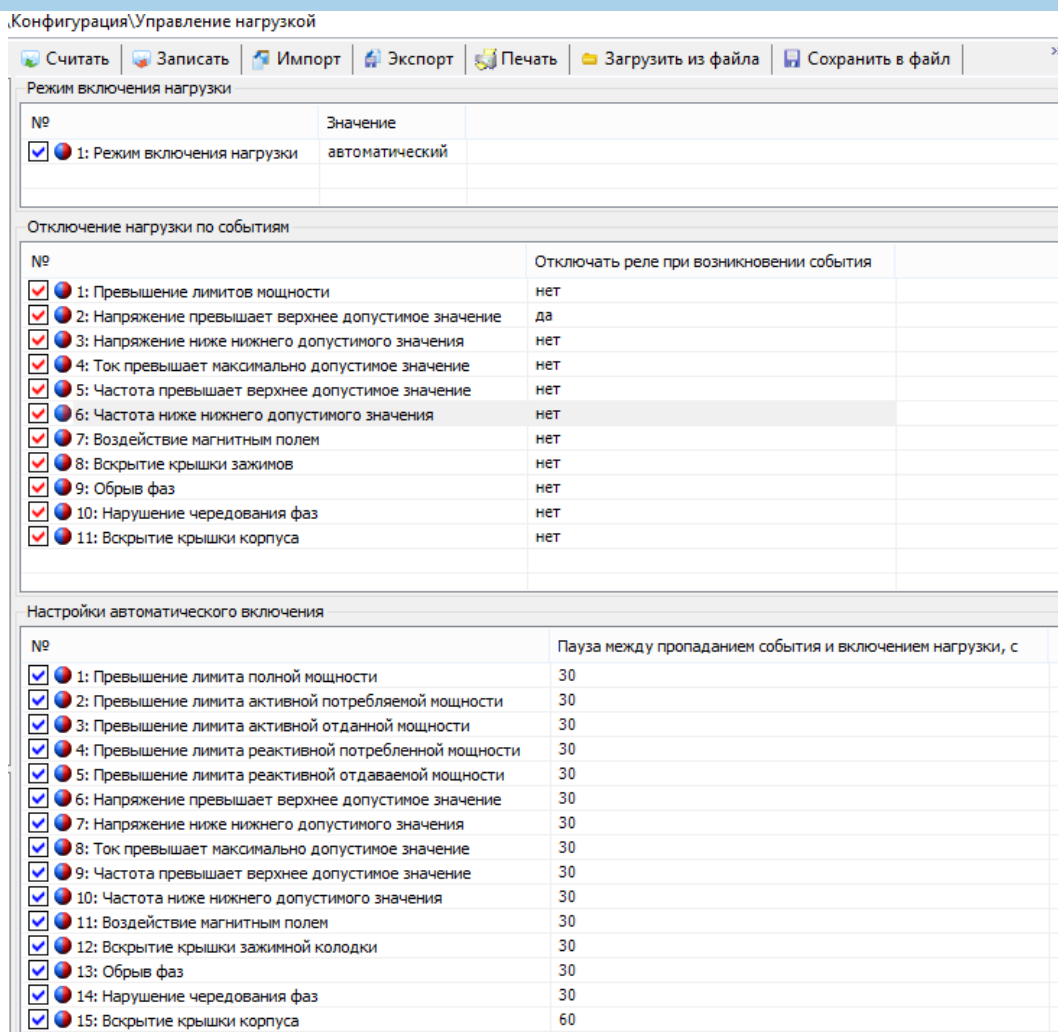

Рисунок 3.17 – Закладка «Управление нагрузкой»
3.5.6.1 Управление нагрузкой в счетчике выполняется по событиям или по команде через интерфейс. В ТПО настраивается с помощью закладки «Конфигурация\Управление нагрузкой» (рисунок 3.17)